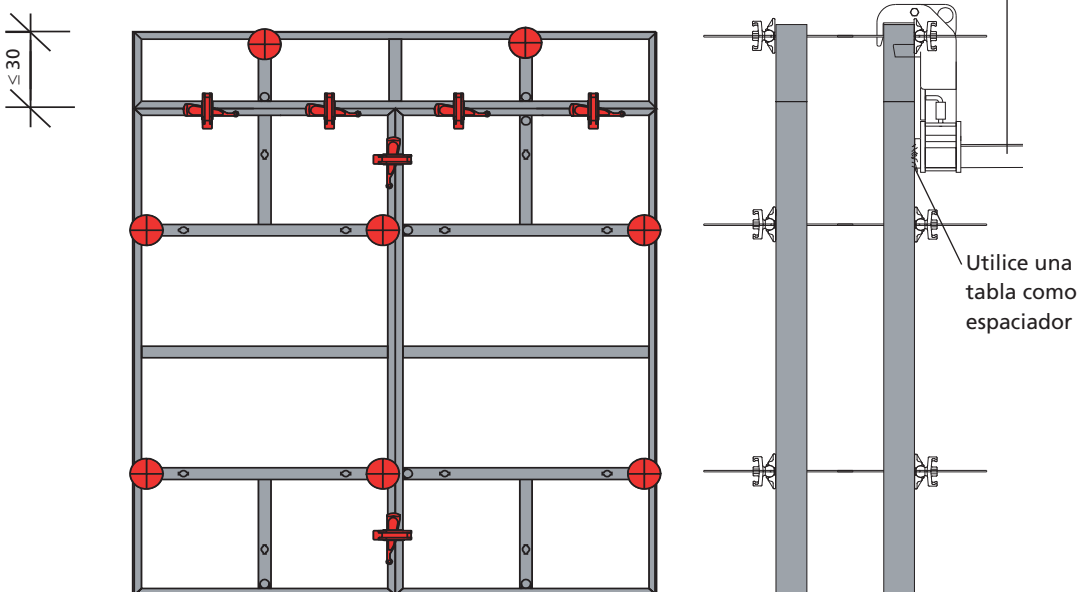

Fig. 32.2
■ Un incremento de altura hasta de 30 cm requiere amarre en la parte inferior sólo si hay una plataforma plegable suspendida a dicha altura (Fig. 32.2).